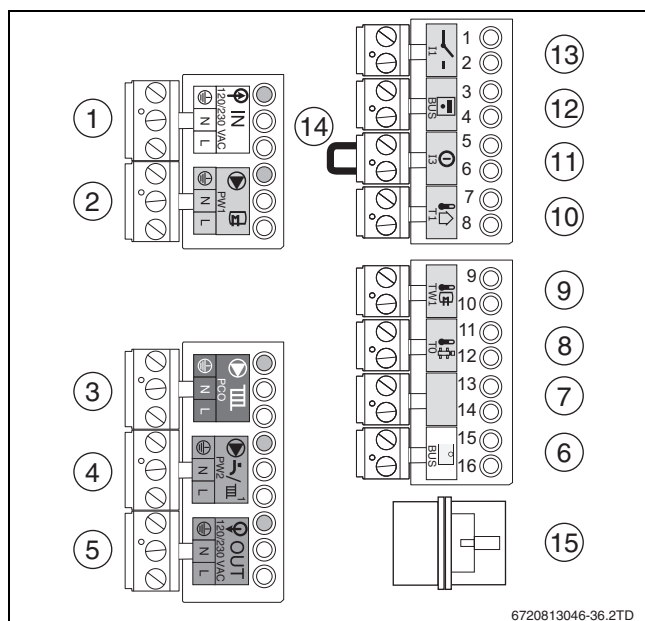

Fig. 23 Klemrække
- Tilslutning af On/Off-termostat på tilslutningsklemme I1 (→ fig. 23, [13]) (tilbehør).
- Styring på tilslutningsklemme BUS (→ fig. 23, [6]) tilsluttes. Hertil skal anvendes et 2-leder kabel 0,4 til 0,75 mm².
- ▶ Fjern broen fra tilslutningsklemme ① I3 (→ fig. 23, [11]).
- ▶ Tilslut udeføleren til tilslutningsklemme ① T1 (→ fig. 23, [10]).
- ▶ Tilslut beholderføler til tilslutningsklemme ① TW1 (→ fig. 23, [9]).
- ▶ Centralvarmepumpen tilsluttes på tilslutningsklemme ① TML PCO (→ fig. 23, [3]).
- ▶ Cirkulationspumpen tilsluttes på tilslutningsklemme ① PW2 (→ fig. 23, [4]).
- ▶ Ladepumpe/ekstern 3-vejs-ventil (230 V) tilsluttes til tilslutningsklemme ① PW1 (→ fig. 23, [2]).
- ▶ Ekstern 3-vejs-ventil tilsluttes til tilslutningsklemme ① PW1 (→ fig. 23, [2]).